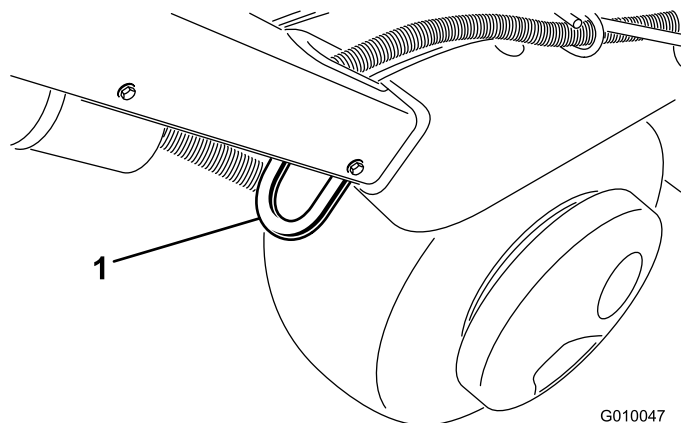
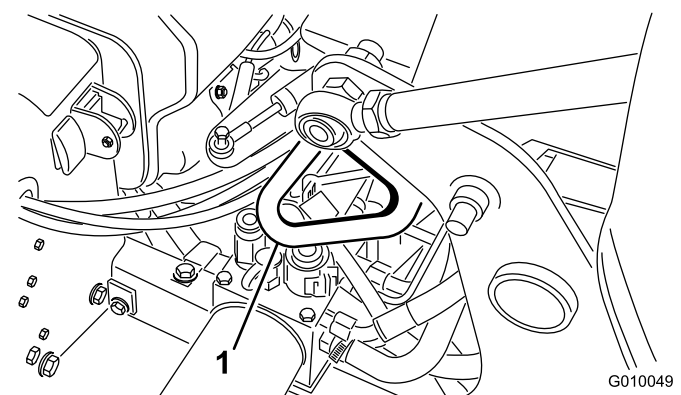

Рисунок 32
Рисунок 34
3. Надежно закрепите аэратор с помощью такелажных скоб (Рисунок 32 ... Рисунок 34) к прицепу или грузовику ремнями, цепями, тросами или веревками.